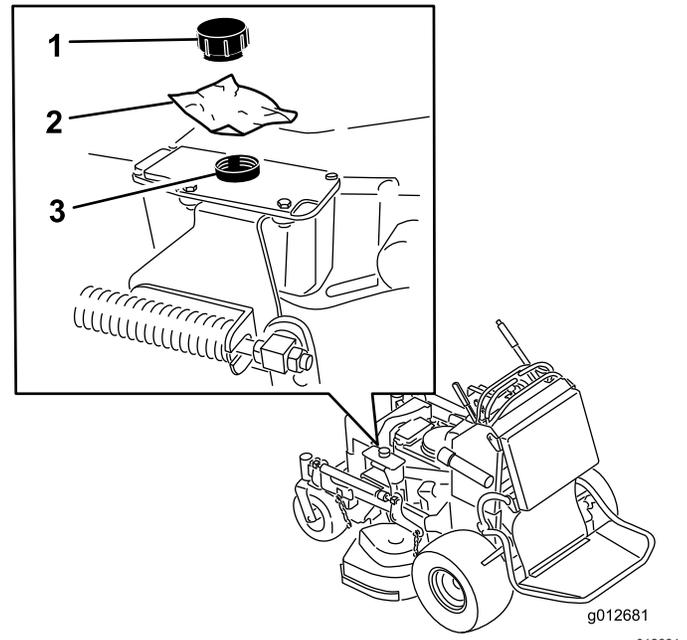

**Figura 27**
11. Instale a bateria para a máquina (Figura 27).